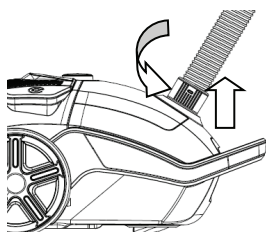

Рис. 2
Поверніть кінець шланга з байонетним замком (16) проти годинникової стрілки, щоб розблокувати байонетний замок. Витягніть кінець шланга з байонетним замком (16) з отвору всмоктувального шланга (4) (рис. 2).